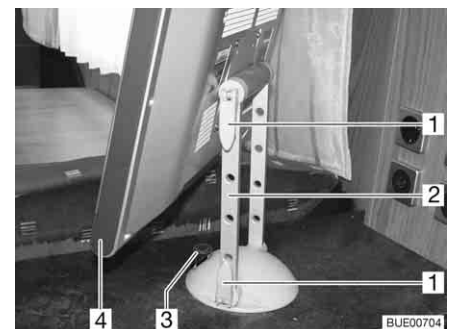

Bild 52 Halterung auf Ablage
- Den Entriegelungsknopf (Bild 52,3) nach oben ziehen und den Flachbildschirm (Bild 52,4) mit Halterung (Bild 52,2) in die gewünschte Position drehen.
- Die Schwenkverriegelung lösen. Dazu nacheinander jeweils den Kipphebel (Bild 52,1) waagrecht stellen und den Flachbildschirm in die gewünschte Position schwenken.
- Den Flachbildschirm zurückdrehen, bis der Entriegelungsknopf (Bild 52,3) einrastet.
- Ggf. die Halterung (Bild 52,2) in die senkrechte Position (Bild 52) schwenken.